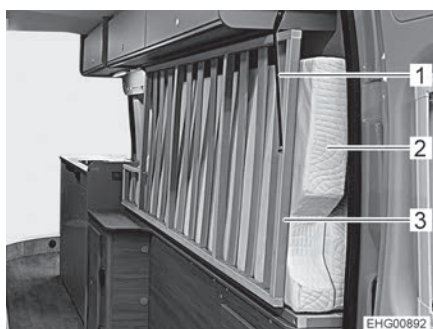

Fig. 69 Lit droit en position de transport
- Plier le matelas (Fig. 69,2) du lit droit (dans le sens de marche) sur sa longueur et le pousser sur son chant le plus à l'extérieur possible (voir Fig. 69).
- Rabattre le sommier (Fig. 69,3) du lit droit vers le haut.
- Bloquer l'extrémité arrière du sommier avec une sangle de retenue (Fig. 69,1).